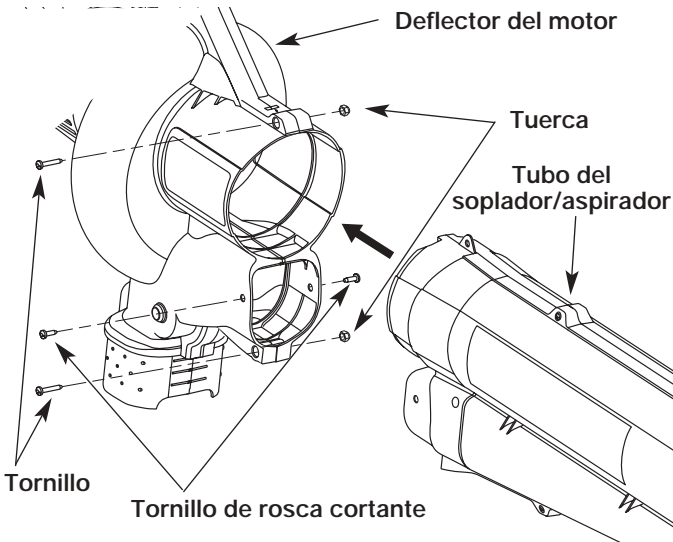

Fig. 1
2. Inserte el tubo del soplador/aspirador a fondo en la abertura del deflector del motor para que los orificios de los pestillos del tubo del soplador/aspirador queden alineados con los orificios de los tornillos del deflector (Fig. 1).
2. Retire los 2 (dos) tornillos y tuercas que sujetan el tubo del soplador/aspirador al deflector (Fig. 1).